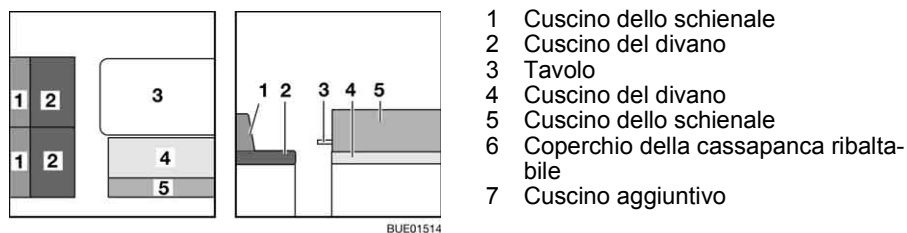

Fig. 138 Prima della trasformazione
- Trasformare il tavolo (Fig. 138,3) in struttura di supporto letto (vedi paragrafo 6.11).
- Rimuovere e riporre i cuscini dello schienale (Fig. 138,1 e Fig. 138,5) e i cuscini del divano (Fig. 138,2).